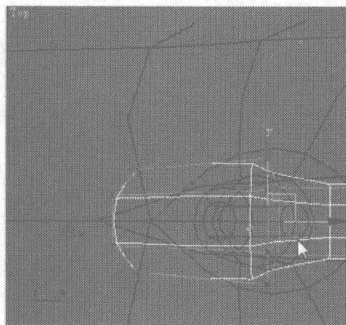
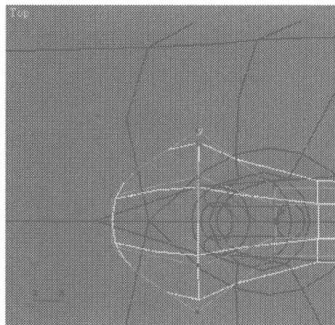
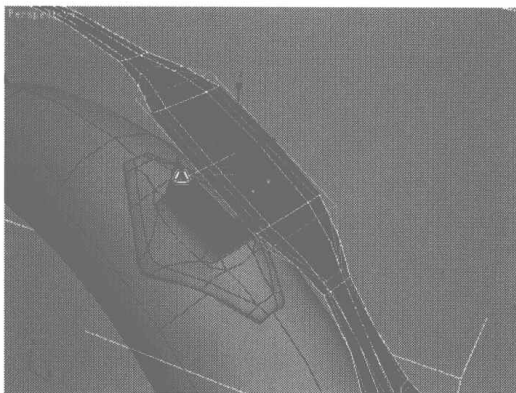

图 2.348
图 2.349
图 2.350
- 52** 选择如图 2.348 所示的点, 调整到如图 2.349 所示的位置。选择如图 2.350 所示的曲线, 按住 Shift